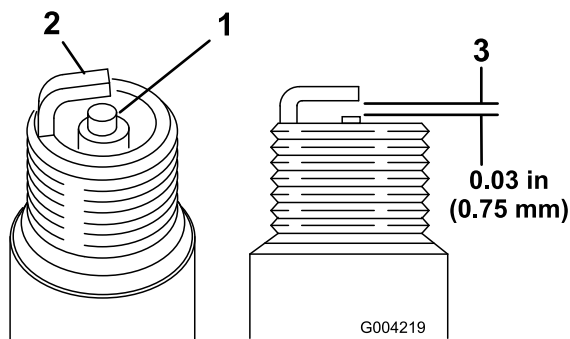

Figura 51
1. Controllate la parte centrale di entrambe le candele (Figura 51). Se l'isolatore è di color marrone chiaro o grigio, il motore funziona correttamente. Una patina nera sull'isolatore significa in genere che il filtro dell'aria è sporco.
2. Controllate la distanza tra gli elettrodi centrale e laterale (Figura 51).
3. Piegate l'elettrodo laterale (Figura 51) se la distanza non è corretta.